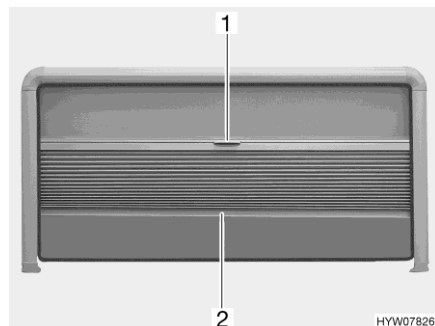

Fig. 63 Tendina oscurante pieghevole e zanzariera a rullo (finestra apribile)
- Chiusura:* ■ Afferrare la tendina oscurante pieghevole al centro dell'asta di chiusura (Fig. 63,2) e tirare delicatamente verso il basso.
- Apertura:* ■ Tenere la parte centrale dell'asta di chiusura (Fig. 63,2) della tendina oscurante pieghevole e spingere quest'ultima verso l'alto con cautela.
- Chiusura:* ■ Tirare la zanzariera a rullo verso il basso utilizzando la maniglia (Fig. 63,1).
- Apertura:* ■ Spingere la zanzariera a rullo completamente verso l'alto utilizzando la maniglia (Fig. 63,1).